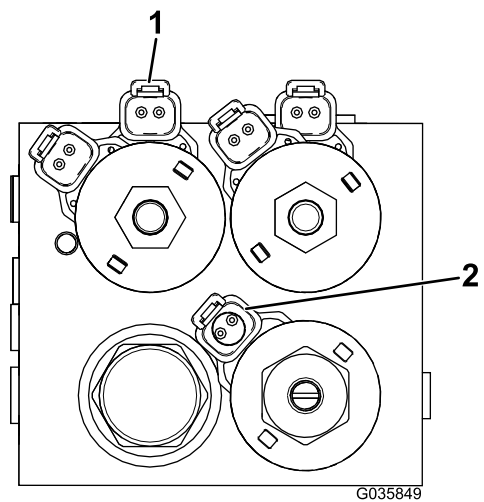

Figura 14
16. Localice las conexiones del bloque hidráulico en el arnés de cables y conéctelas en los lugares correctos del bloque hidráulico; consulte la Figura 14.